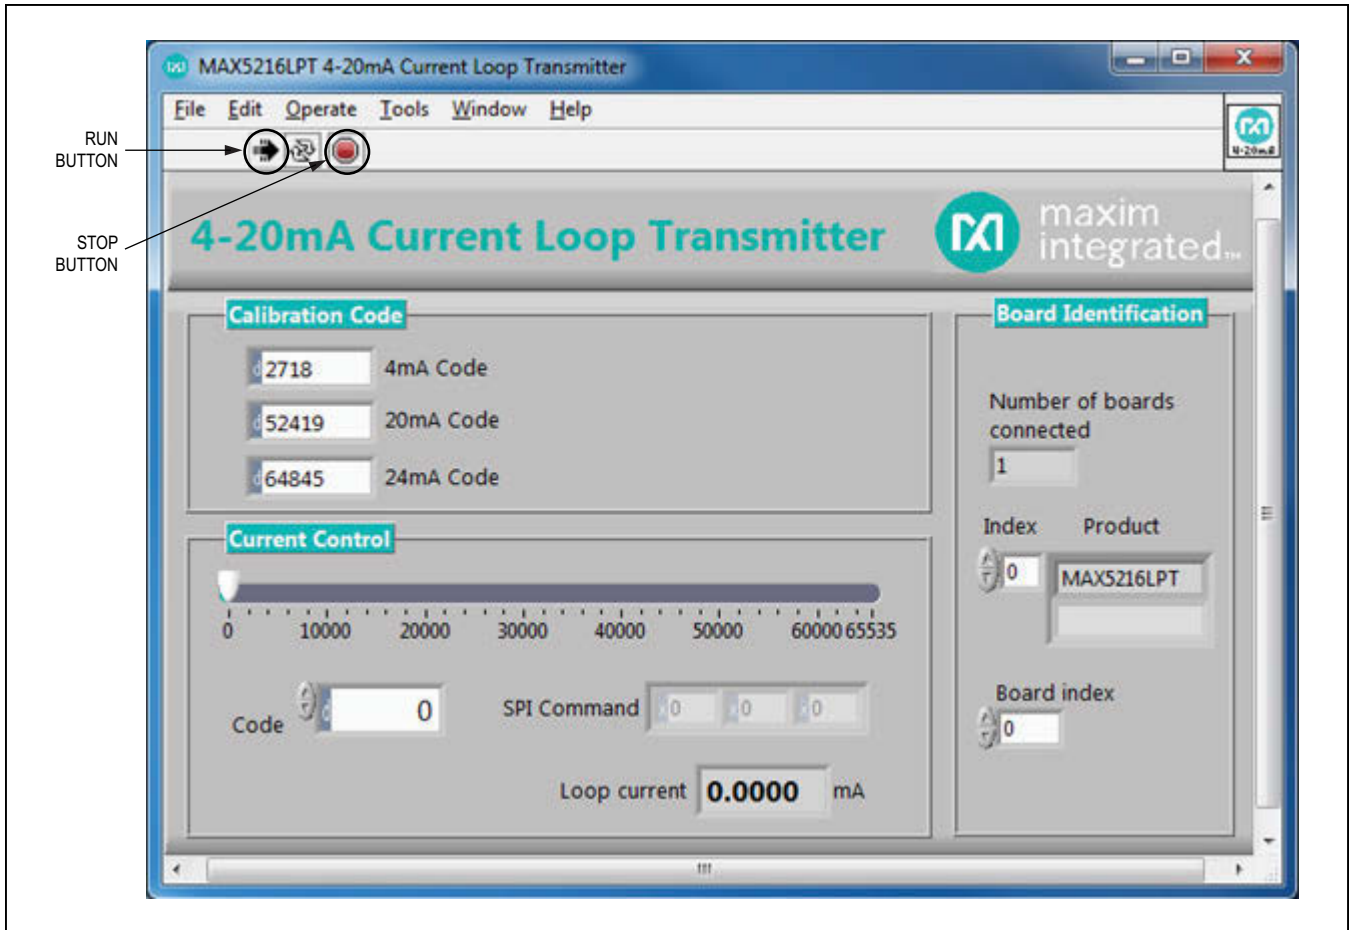
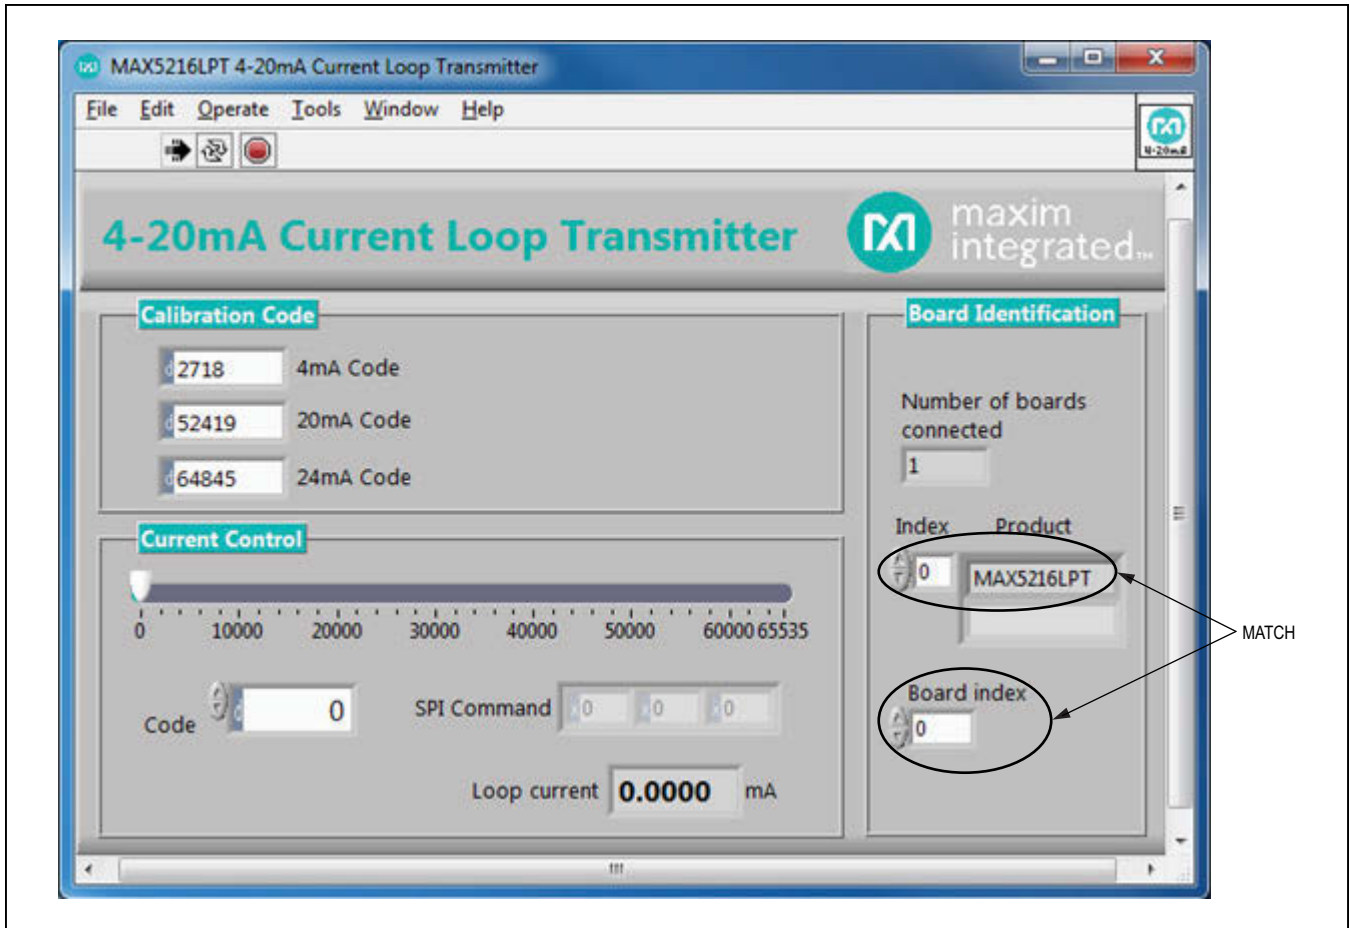

图2. MAX5216LPT GUI
图3. 在具有多个电路板的系统中选择电路板索引
- 3) 运行MAX5216LPT.exe程序。应用程序的GUI如图2所示。
MAX5216LPT评估板GUI (图2)默认处于工作状态。应用程序检查连接至PC的全部USB VID/PID 0x0B6A/0x1234电路板，显示在GUI的右侧。最多可将16块电路板连接至系统，每块电路板具有唯一的电路板序列号。从Board index数字选择框中选择相应的电路板序列号(图3)。